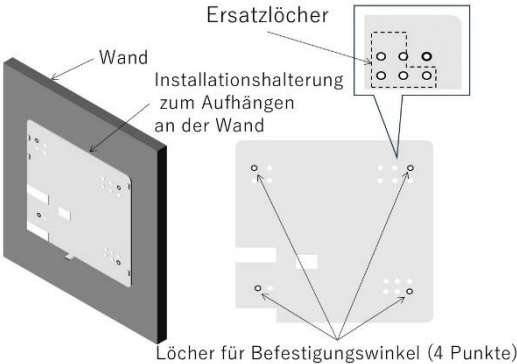

Abb. 3.4.5
- Platzieren Sie die Halterung an der Wand an der Stelle, an der Sie das Gerät installieren möchten. Als nächstes sichern Sie die Halterung mit Holzschrauben (Abb. 3.4.5).